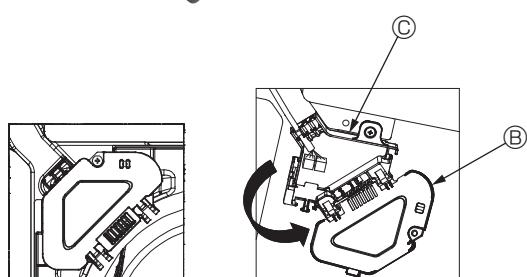

Fig. 7-7
- ③ Lors du passage des câbles, ouvrez le collier qui fixe le fil de jonction de la grille, puis fixez le fil de jonction de la grille et les fils du capteur i-See et du récepteur de signal à l'aide du collier.
- ④ Retirez la vis de fixation du couvercle de la boîte de raccordement, puis ouvrez le couvercle. (Fig. 7-7)
- ⑤ Placez le connecteur du fil de jonction dans la boîte de raccordement.
- ⑥ Installez le couvercle des fils et le couvercle de la boîte de raccordement.